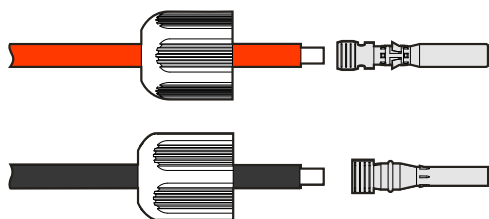

Figure3-18 Sertir le terminal métallique
- Etape 2 Dévissez l'écrou de blocage du connecteur PV positif et négatif, faites passer les fils positif et négatif dans l'écrou de blocage correspondant, puis insérez le fil positif et le fil négatif dans les bornes positive et négative. Sertissez les bornes métalliques fermement à l'aide d'une pince à sertir, comme illustré à la Figure 3-18.